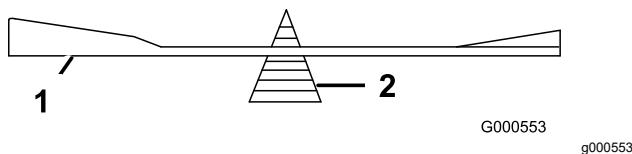

Рисунок 78
2. Проверьте балансировку ножа с помощью балансировочного устройства для ножей (Рисунок 78).